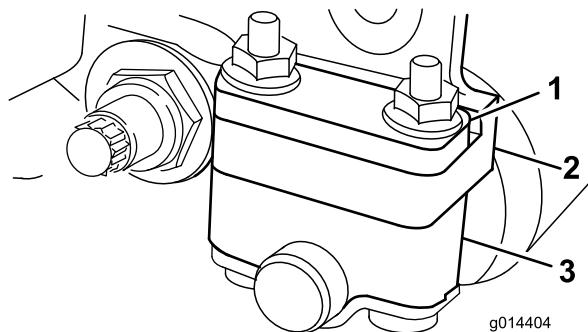
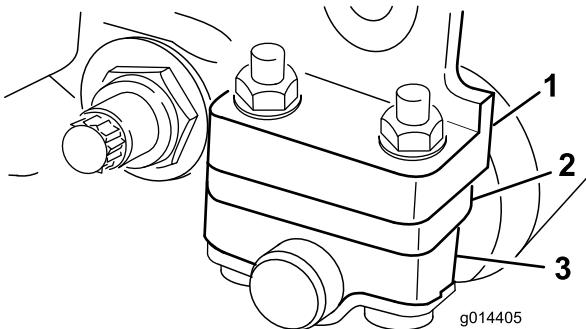

Figure 6
Figure 7
Selon la hauteur de coupe désirée, vous devrez placer les supports de rouleau arrière (Figure 6 ou Figure 7) en position haute ou basse :
- Placez l'entretoise au-dessus de la bride de fixation de la plaque latérale (réglage d'usine) lorsque les hauteurs de coupe sont comprises entre 1,6 et 6,4 mm (Figure 6).
- Placez l'entretoise en-dessous de la bride de fixation de la plaque latérale lorsque les hauteurs de coupe sont comprises entre 3,2 et 25 mm (Figure 7).
4. Placez les entretoises sur les vis au-dessus ou au-dessous des supports de rouleau, selon le cas (Figure 6 ou Figure 7).